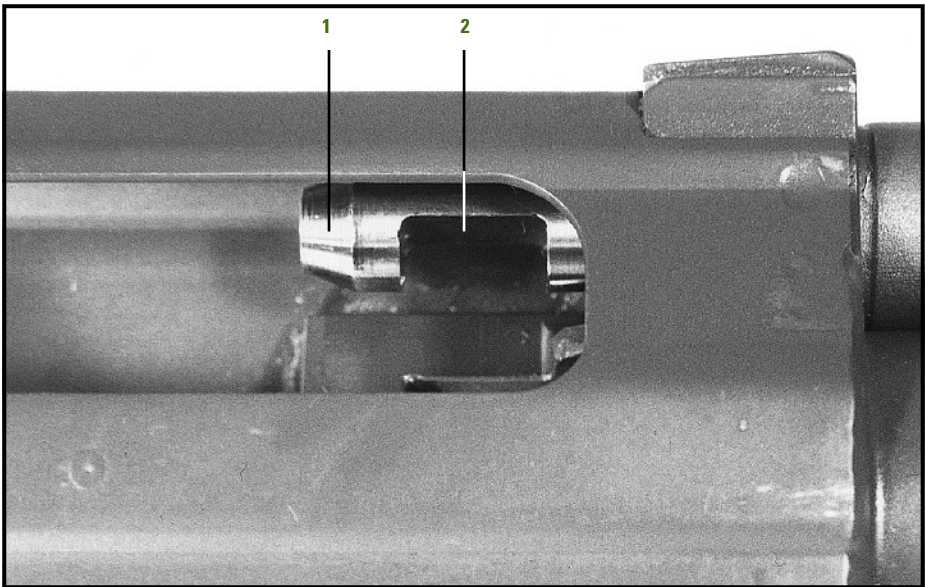

Abbildung 25: Gasstange einbauen. Richtige Lage der Arretiernute
- Beim Einbau der Gasstange die Bohrung im Kopf der Gasstange gegen den Lauf gerichtet ist, somit wird die Arretiernute in die richtige Position gebracht (Abbildung 25);